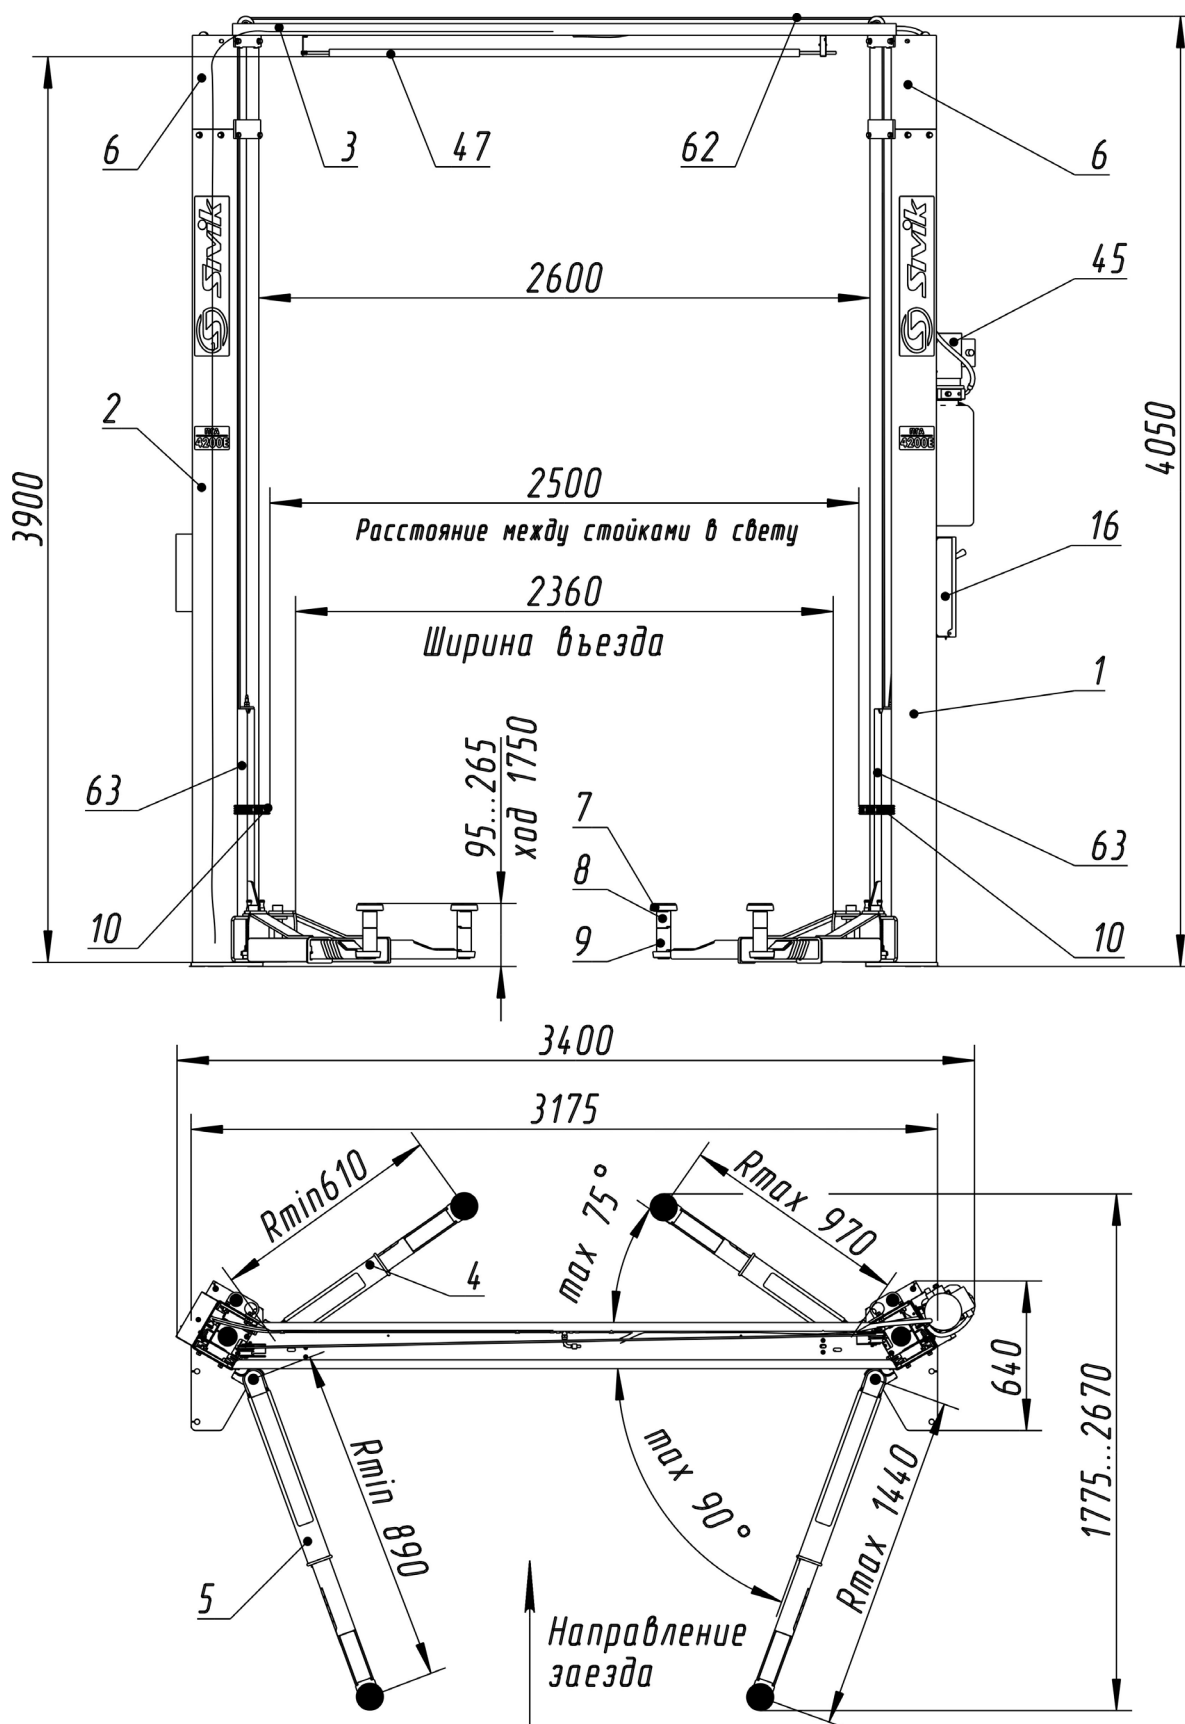
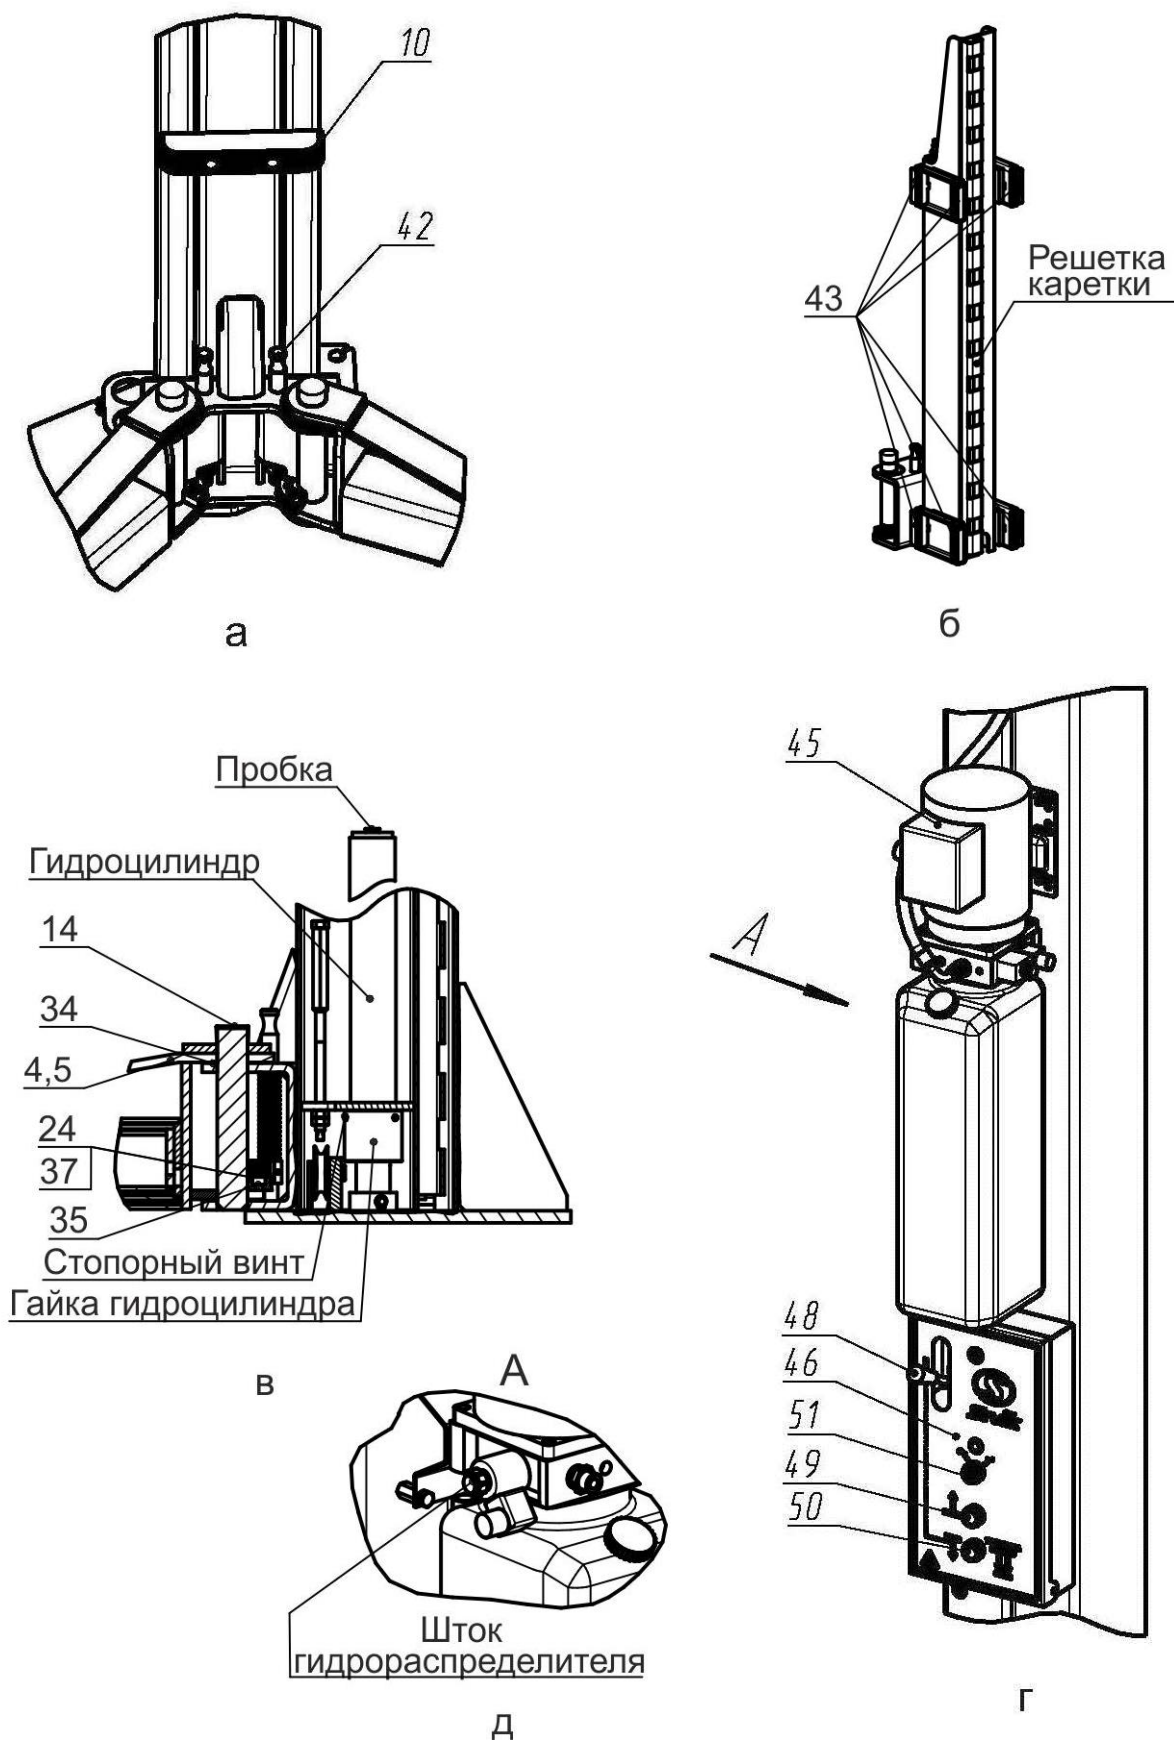
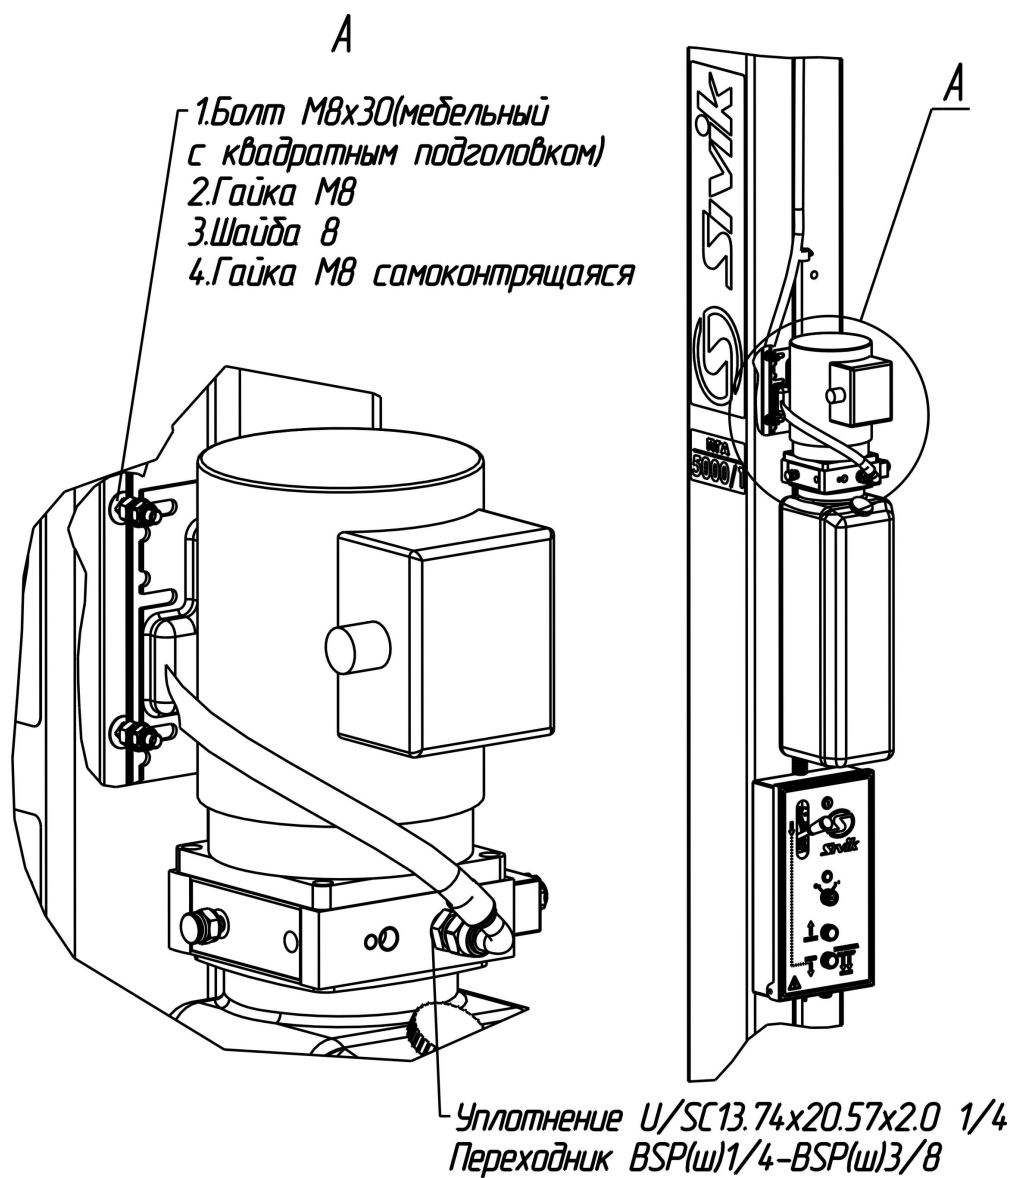

Рисунок 3.1 - Общий вид подъемника
Рисунок 4.1 – Виды подъемника
Рисунок 6.4 – Соединение рукава высокого давления и монтаж гидростанции
Подъемник (рисунок 3.1) состоит из двух стоек коробчатого сечения -правой 1 и левой 2, соединенных между собой перекладиной 3. В стойках размещены каретки 63 с закрепленными на них поворотными телескопическими подхватами 4 и 5 разной длины. На концах подхватов 4, 5 установлены опоры 7, подставки опоры 8, 9. Подхваты фиксируются стопорными устройствами 42 (рисунок 4.1 а), автоматически срабатывающими при подъеме автомобиля. При опускании кареток 63 в крайнее нижнее положение происходит автоматическое расстопорение подхватов 4 и 5. Каретки 63 приводятся в движение гидравлическими цилиндрами, установленными внутри стоек. Подъемник снабжен системой 62 тросовой синхронизации движения кареток 63.
Каждая каретка 63 (рисунок 4.1 б) снабжена полиамидными ползунами 43, скользящими по беговым дорожкам стоек 1 и 2. Каретки фиксируются на требуемой высоте стопорами-защелками 44 (рисунок 6.4), закрепленными на стойках 1,2 и входящими в зацепление с решетками на каретках 63.
На правой стойке (рисунок 4.1 г) размещена насосная станция 45 с пультом управления 46. Внутри насосной станции 45 находится клапан предохранительный, предотвращающий перегрузку в гидросистеме. Клапан предохранительный настроен на заданное давление и опломбирован.
- касании автомобилем ограничительной дуги 47 перекладины 3 (рисунок 3.1);
Для предотвращения повреждения дверей автомобиля (при открывании) на каретки 63 установлены накладки 10, фиксируемые винтами М8х30, шайбами 8Г и шайбами 8 (рисунок 3.1 и рисунок 4.1 а).
Управление подъемником осуществляется рычагом 48 (рисунок 4.1 г) и двумя кнопками 49 и 50, установленными в пульте управления 46. Рычагом 48 осуществляется расстопорение кареток 63, а кнопками 49 и 50, подъем (кнопка 49) и опускание (кнопка 50) кареток 63.
ВНИМАНИЕ! Перед сборкой проверить затяжку гаек гидроцилиндров и стопорных винтов (рисунок 4.1 в).
Тройник должен располагаться горизонтально так, чтобы Р.В.Д. не касались тросов системы синхронизации. Рукава высокого давления зафиксировать на перекладине хомутами. Гидростанцию закрепить на правой стойке над пультом управления с помощью 4-х болтов М8(мебельные с квадратным подголовком), гаек М8, шайб 8 и гаек М8 самоконтрящихся (рисунок 6.4).
Для того чтобы проверить срабатывание упругой тяги 55, необходимо одному человеку прижать рукой защелку 44 к стойке 2, а другому повернуть рычаг 48 (рисунок 4.1 г) на себя. Упругая тяга 55 должна вытянуться на полный ход штока.
При повороте рычага 48 (рисунок 4.1 г) защелки на левой и правой стойки должны срабатывать одновременно. При отпускании рычага 48, защелки на левой и правой стойке должны вернуться в исходное положение. Регулировка проводится выборкой слабины тросика 52 и обжатием петли от вытягивания зажимом 13.
6.9 Открутить пробку бака насосной станции 45 и залить масло (около 12 л) до верхней метки «MAX» (рисунок 4.1 г). Уровень масла контролировать визуально. Установить пробку бака на место.
- кратковременным нажатием на кнопку 49 (двигатель должен работать, вращение крыльчатки по стрелке на кожухе эл. двигателя, а из бака должно убывать масло, рисунок 4.1 г).
- отвернуть пробки у каждого гидроцилиндра на один оборот (рисунок 4.1 в)